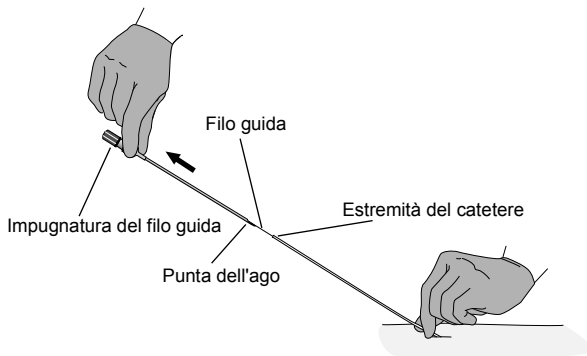

Figura 4. Rimozione dell'ago e del filo guida.
14. Tenere saldamente il catetere in corrispondenza del punto di uscita spinale ed estrarre contemporaneamente l'ago ed il filo guida dal catetere (Figura 4).